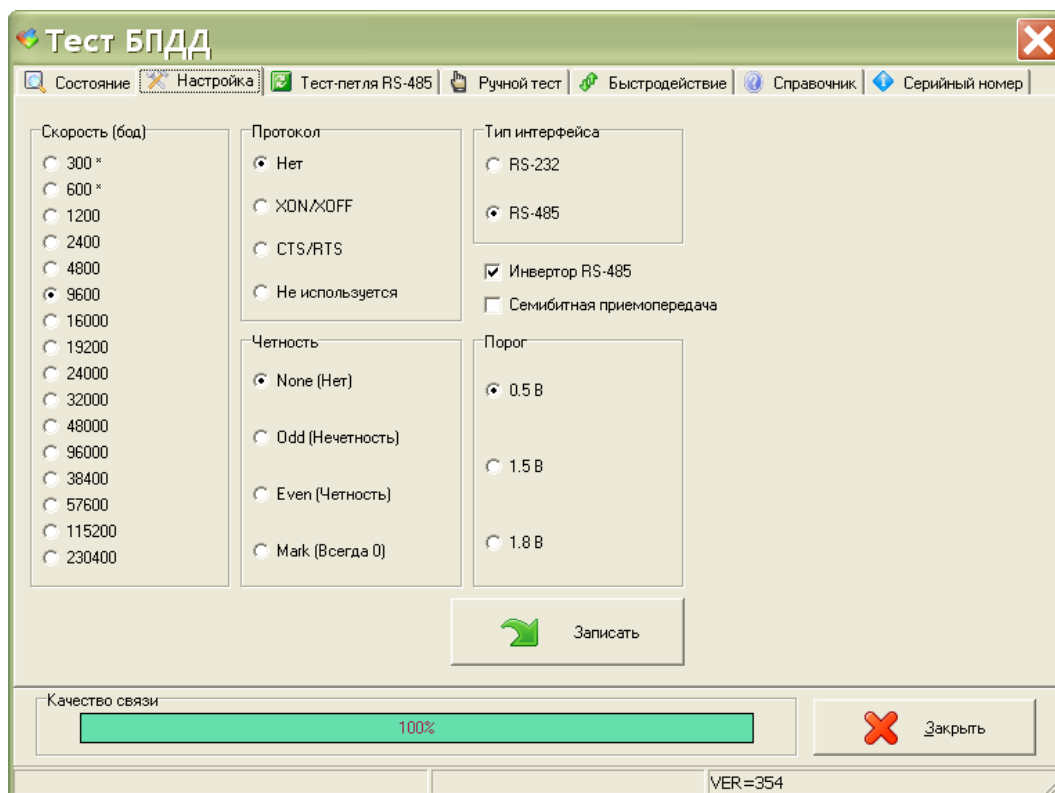

Рисунок 13
2) Выбрать в таблице устройств блок «БПДД». В окне «Поиск» выбрать команду «Тест», затем вкладку «Настройка» и установить следующие параметры конфигурации БПДД-RS (рисунок 13):